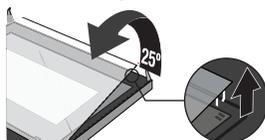

Figure 4
4. Séparez le verre avec précaution en le soulevant d'environ 25°. (Figure 4)